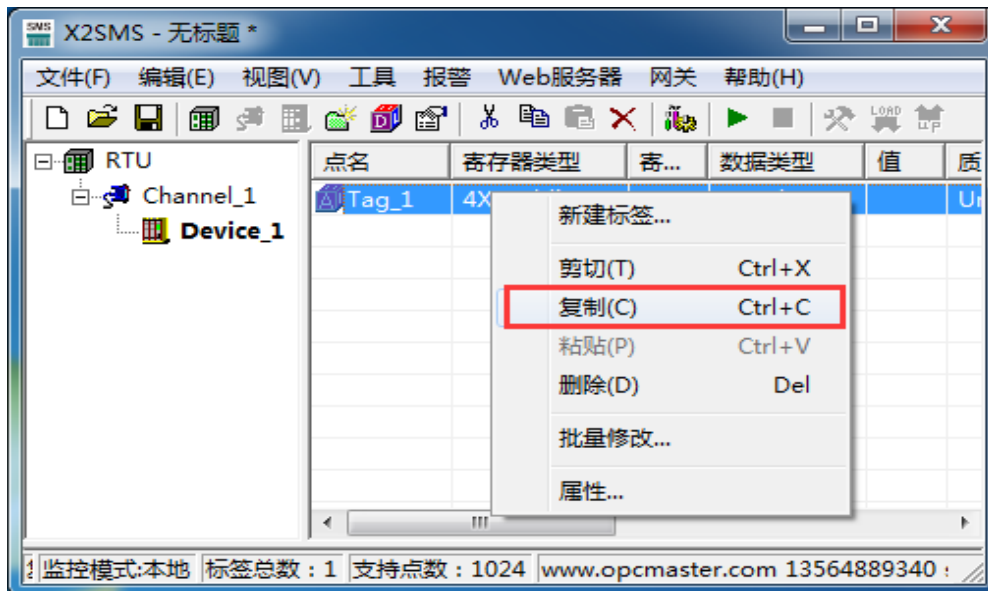

图 3-5-5 复制当前标签
(1)选择要复制的标签，点击工具栏复制按钮，或者右键选择“复制”如图 3-5-5 所示。